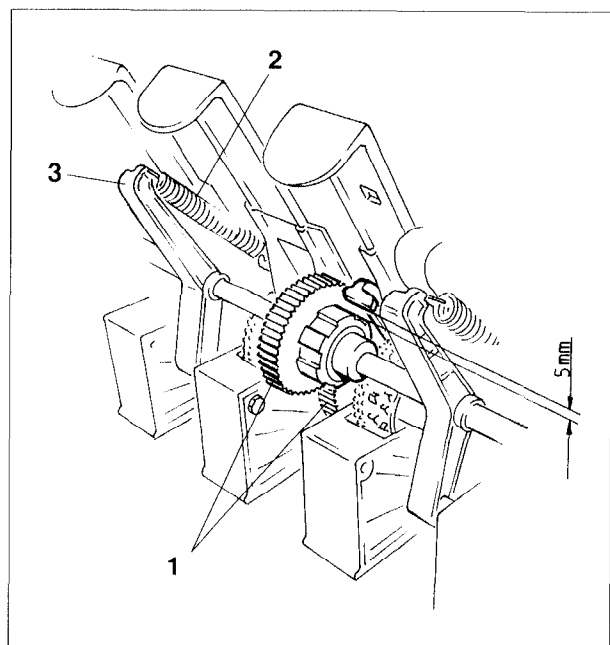

Fig. 7.28
- Zahnräder (Fig. 7.28/1) der Vorgelegewelle und der Säwelle in Eingriff bringen.
- Zugfedern (Fig. 7.28/2) an den Schwenklagern (Fig. 7.28/3) einhängen.